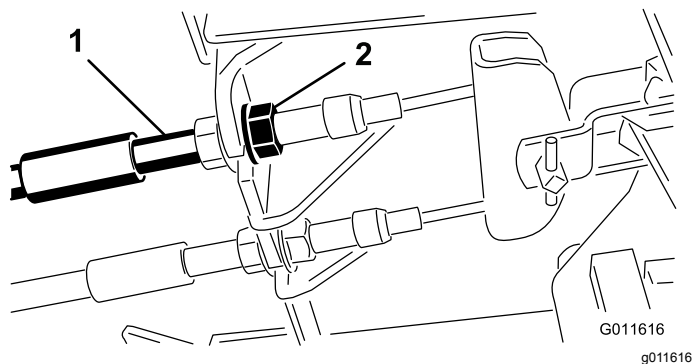

図 71
1. 遊びを減らすブレーキを締めるには、ブレーキケーブルのねじ山の前ナットをゆるめ、後ろのナットを締める 図 71。